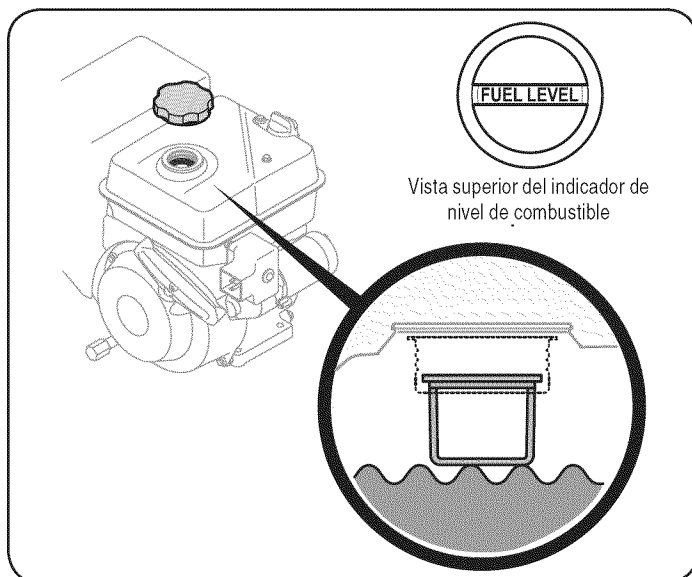

Figura 6
2. En el depósito de combustible hay un indicador de nivel. Llene el depósito hasta llegar al nivel de combustible del indicador; vea la Figura 6. Tenga cuidado para no llenar el depósito en exceso.